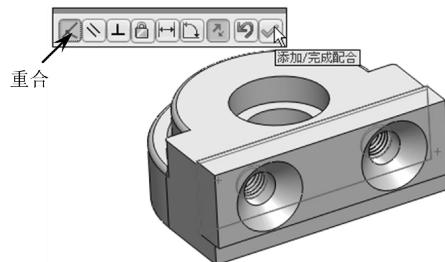

图 7-44 零部件的重合配合
- 07 接着在钳口板和活动钳口零部件上各选择一个面作为要配合的实体，随后钳口板自动与活动钳口完成【重合】配合，在【标准配合】选项卡中单击【添加/完成配合】按钮 $\checkmark$ ，完成配合，如图 7-44 所示。